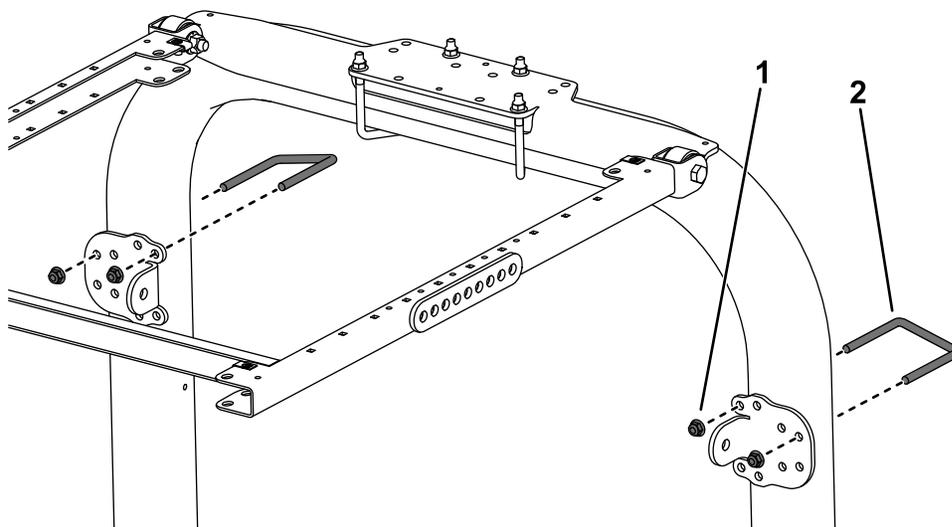

図 4
4. 図 4 に示されている取り付け穴を利用して、各ブレースブラケットを ROPS の柱材に取り付ける U ボルト 3 1/8 x 4" とフランジナット 2 個を使用する。